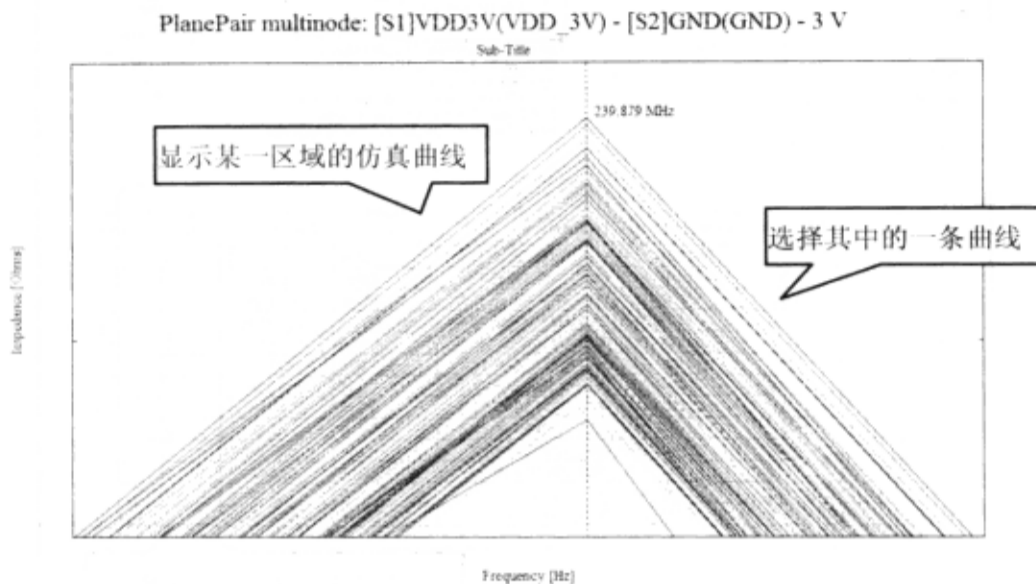
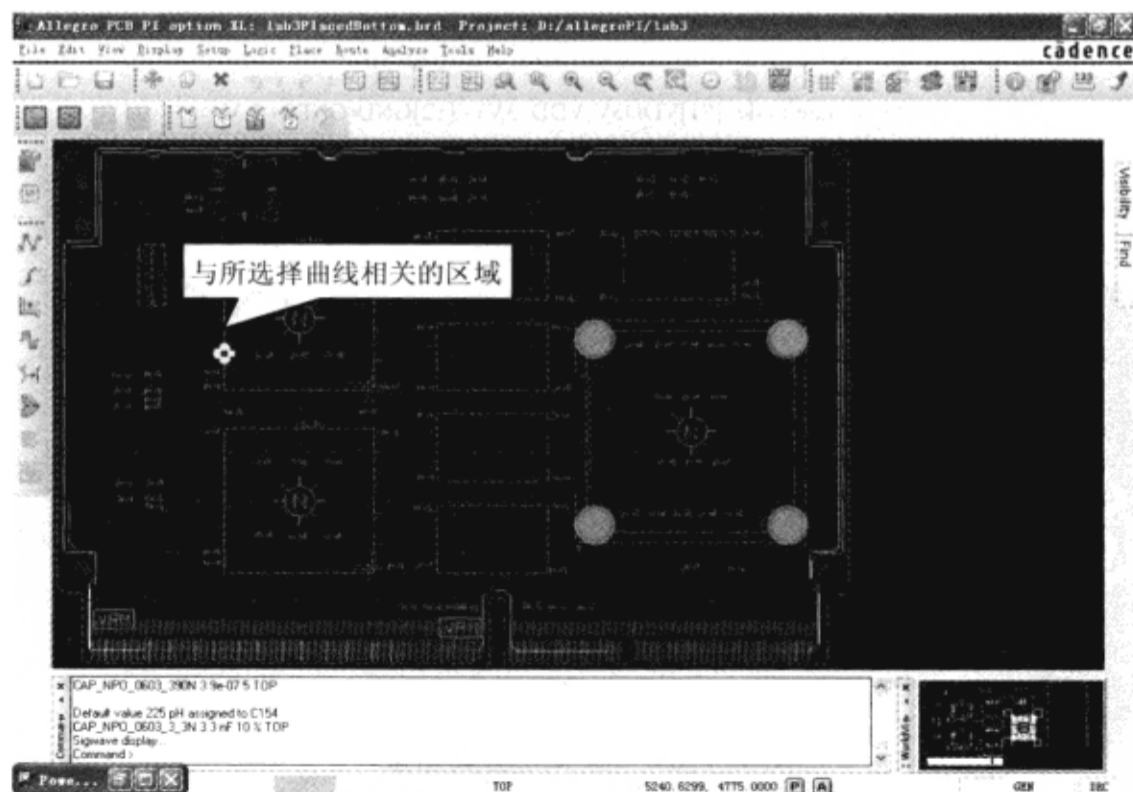

图 9-7-70 显示部分仿真曲线
图 9-7-71 电源完整性工具的交互查看功能
(1) 在 SigWave 波形显示窗口中单击鼠标左键，然后在 SigWave 窗口中执行菜单命令“Zoom”→“In Region”，在接近 240MHz 的地方画一个方框，这个方框应该包括波形中的波峰，如图 9-7-70 所示。
(2) 在图 9-7-70 中单击其中的一个波形，在 Allegro PCB PI option XL 窗口中会显示受这个波形影响的单元格区域。先前在参数窗口中设置的网格格式为“10X10”，这意味着 PCB 由 100 个这样代表单元格的方框所组成，在 SigWave 窗口中所显示的每一个波形都与其中的一个单元格相关联，如图 9-7-71 所示。方框由每条边上的传输线所组成，电容器被连接在网格点的连接节点上。